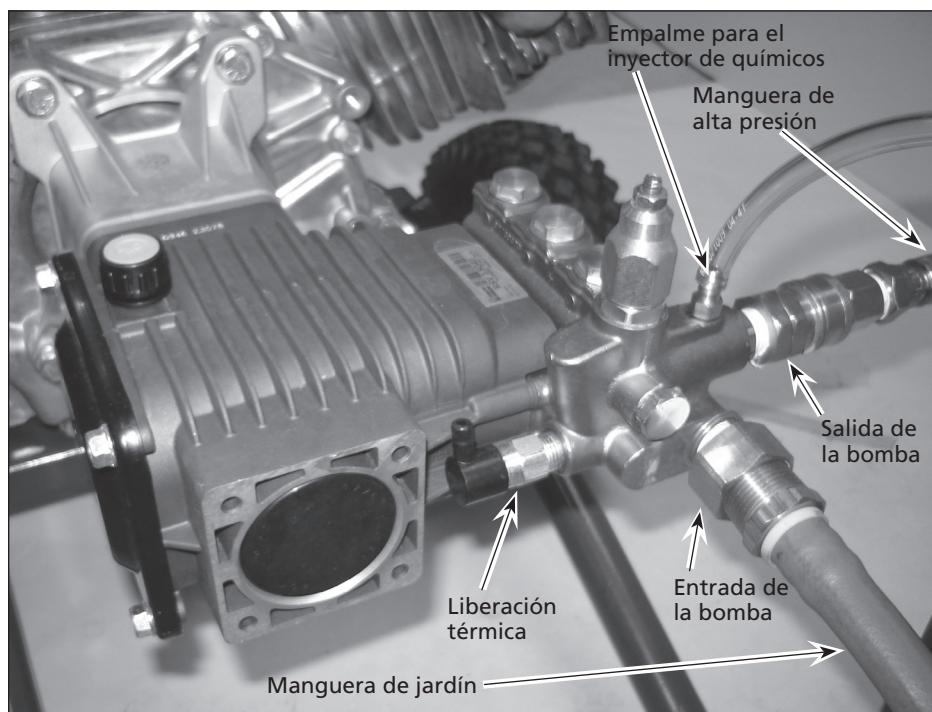

Figura 4 – Corte la lanza a la pistola
- Asegure la manguera de jardín (no se incluye) a la conexión de entrada de la bomba (Ver Figura 4).